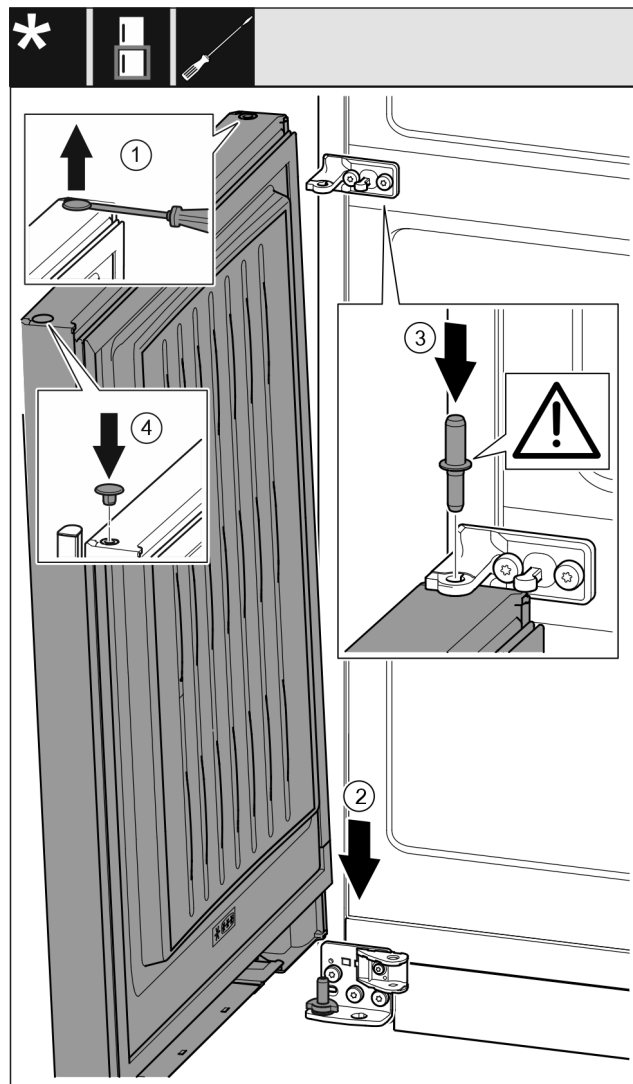

Fig. 48
- ▶ Óvatosan emelje meg a dugót Fig. 48 (1) lapos csavarhúzóval, és húzza ki.
- ▶ Helyezze fel az ajtót Fig. 48 (2) felülről az alsó csapszegre.
- ▶ Helyezze a középső csapszeget Fig. 48 (3) a középső csapágybakon keresztül az alsó ajtóba. Ügyeljen közben arra, hogy a reteszelő bütyök hátrafelé mutasson.
- ▶ Tegye vissza a dugót Fig. 48 (4) az ajtó másik oldalára.